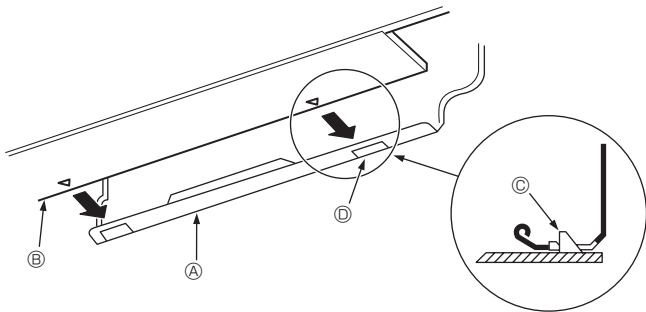

Fig. 3-11
- Mientras inserta la tubería de refrigerante y la manguera de desagüe en el orificio de entrada en la pared (manguito de entrada), cuelgue la parte superior de la unidad interior en la placa de montaje ①.
- Fije la unidad en la placa de montaje ① empujando la parte inferior de la unidad. (Fig. 3-11)
- * Compruebe que los mandos de la parte inferior de la unidad interior estén firmemente enganchados en la placa de montaje ①.
- ① Placa de montaje
- ② Unidad interior
- ③ Gancho
- ④ Orificio cuadrado